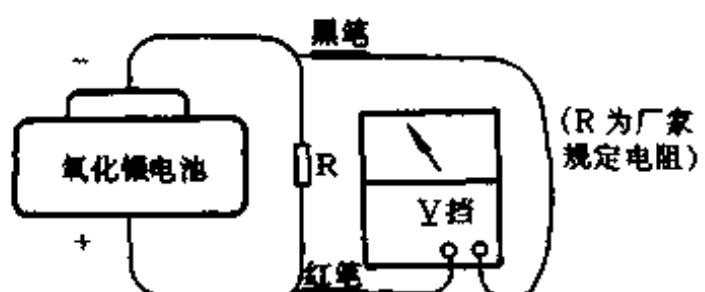

图 147
检查氧化银电池的质量一般可分以下两步：①开路电压应不低于标称值1.55V。②工作电压按厂家规定的电阻作负载，接在电池两端，再用高内阻直流电压挡(一般应大于 $5\text{k}\Omega/\text{V}$)测量其电压，应在5秒钟后不低于开路电压。(见图147)